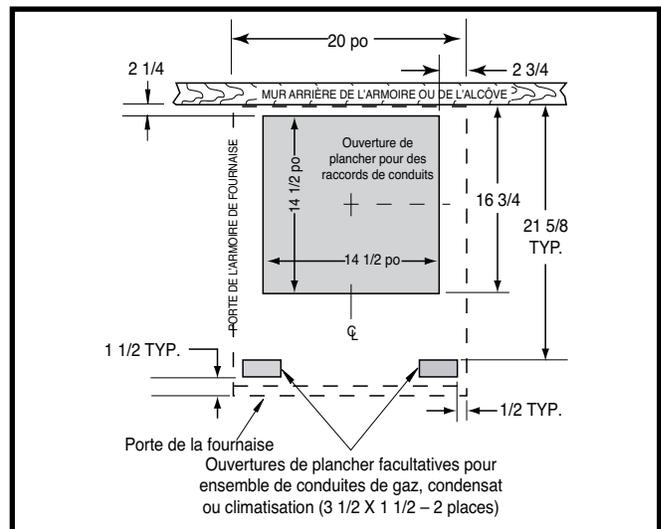
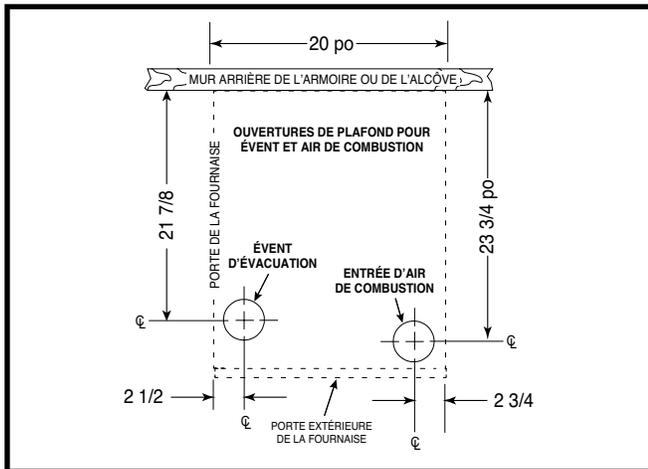

Figure 10. Dimensions de l'ouverture de plancher
Figure 11. Dimensions de l'ouverture de plafond
Pour positionner les conduits standard, consultez la Figure 10. Pour les conduits circulaires, consultez la Figure 11.
1. Mesurez à partir du mur arrière ou de l'alcôve et marquez la ligne centrale du trou dans le plancher. En utilisant la ligne centrale comme point de départ, tracez le reste du trou pour les conduits en fonction des dimensions données dans la Figure 10.
5. Mesurez et percez un trou de gaz et une ouverture pour le serpentin de refroidissement (s'il y a lieu). Consultez la Figure 10 ou la Figure 11.
Les ouvertures dans le plafond et le toit doivent être positionnées soigneusement pour prévenir les erreurs d'alignement entre la fournaise, les conduites d'air de combustion et les conduites d'évacuation. Voyez la Figure 10.